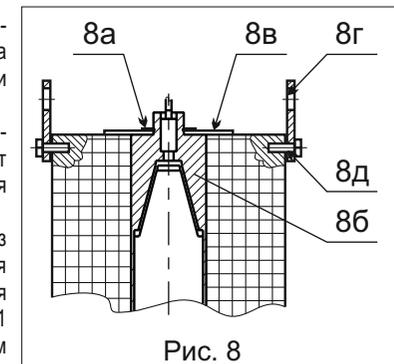

Рис. 8
4.5.7 Снятие электромагнитной катушки производите в следующей последовательности (рис. 8):